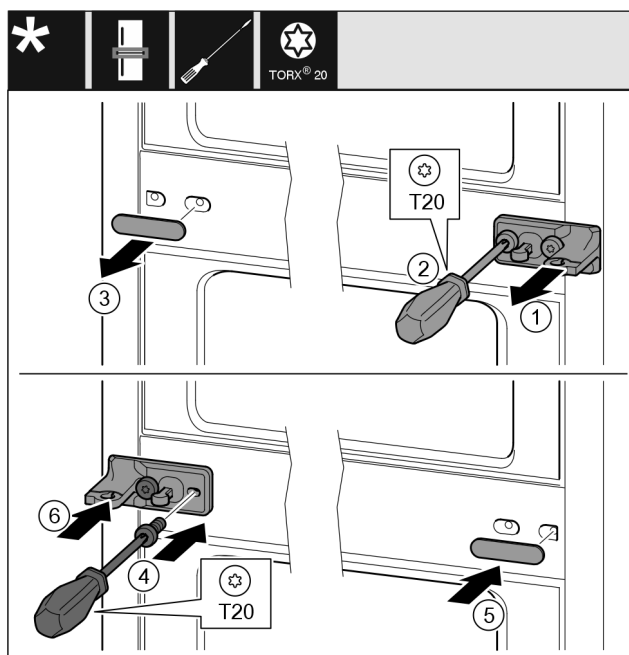

Fig. 12
- ▶ Tõmmake seib Fig. 12 (1) maha.
- ▶ Keerake kruvid Fig. 12 (2) kruvikeerajaga välja.
- ▶ Tõmmake kate Fig. 12 (3) ettevaatlikult maha.
- ▶ Kruvige laagripukk koos kilega Fig. 12 (4) 180° pööratult teisel küljel tugevasti külge.
- ▶ Paigaldage kate Fig. 12 (5) 180° pööratult teisele küljele.
- ▶ Lükake seib Fig. 12 (6) eestpoolt peale.